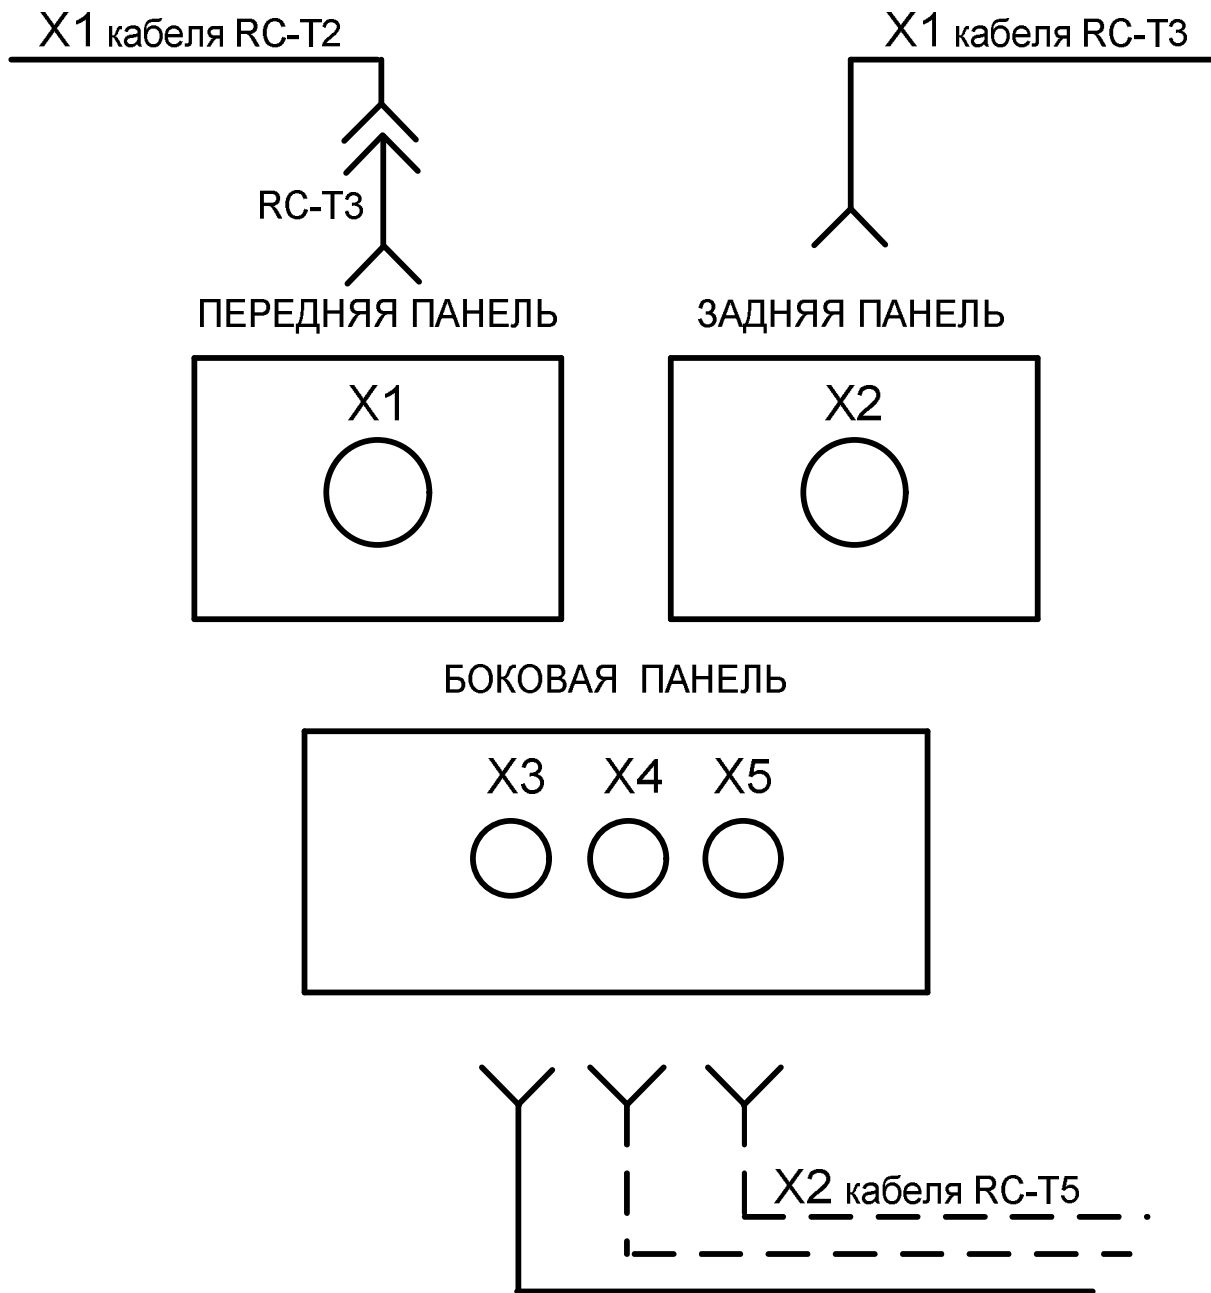

Рисунок 17
А.7.1 Подключить проверяемый блок соединителем X2 к соединителю X1 кабеля RC-T3 – **в первую очередь**, затем соединителем X1 через кабель RC-T3 к соединителю X1 универсального кабеля RC-T2 и соединителем X3 к соединителю X2 кабеля RC-T5, (см. рисунок 17).
- з) подключить соединитель X2 кабеля RC-T5 к соединителю X4 блока (см. рисунок 17);
- к) подключить соединитель X2 кабеля RC-T5 к соединителю X5 блока (см. рисунок 17);